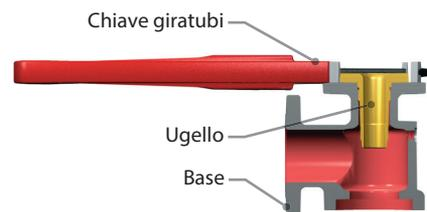

Figura 20: Rimozione dell'ugello dalla base
19. Utilizzare una chiave per tubi di grandi dimensioni sulla flangia dell'ugello per rimuovere l'ugello (2) dalla base (1) (vedere Figura 20).